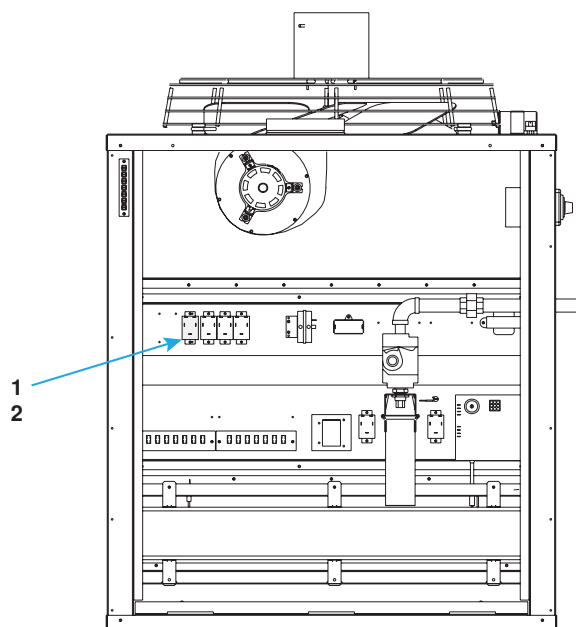

Figure 6. Installation de relais—modèle LDAP (reportez-vous au Tableau 1)
- (1) Retirez le panneau d'accès au compartiment de commande de la section de chauffage principale.
- (2) Placez l'ensemble de relais (1) tel qu'illustré à la Figure 6 et fixez-le à l'aide des vis (2).
- (3) Installer le panneau d'accès au compartiment de commande.